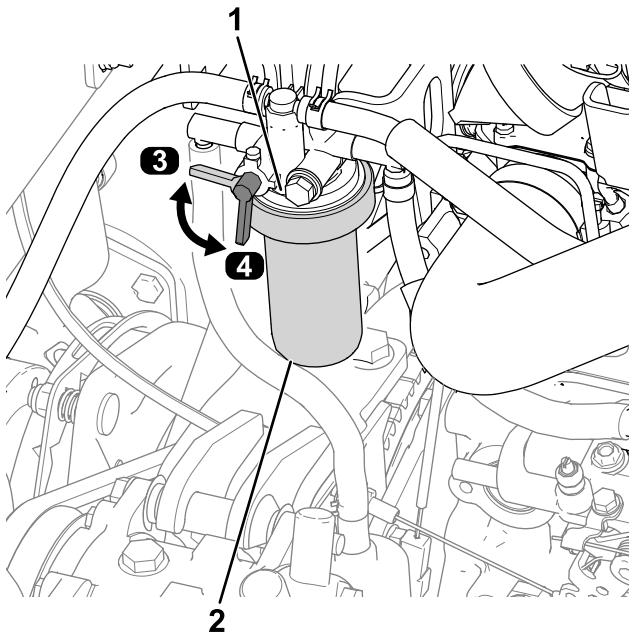

Bild 60
1. Drehen Sie den Kraftstoffhahn in die Aus-Stellung (Bild 60).
2. Reinigen Sie den Bereich um den Kraftstofffilterkopf (Bild 60).
3. Entfernen Sie den Filter und reinigen die Kontaktfläche (Bild 60).
6. Drehen Sie den Kraftstoffhahn in die EIN-Stellung (Bild 60).